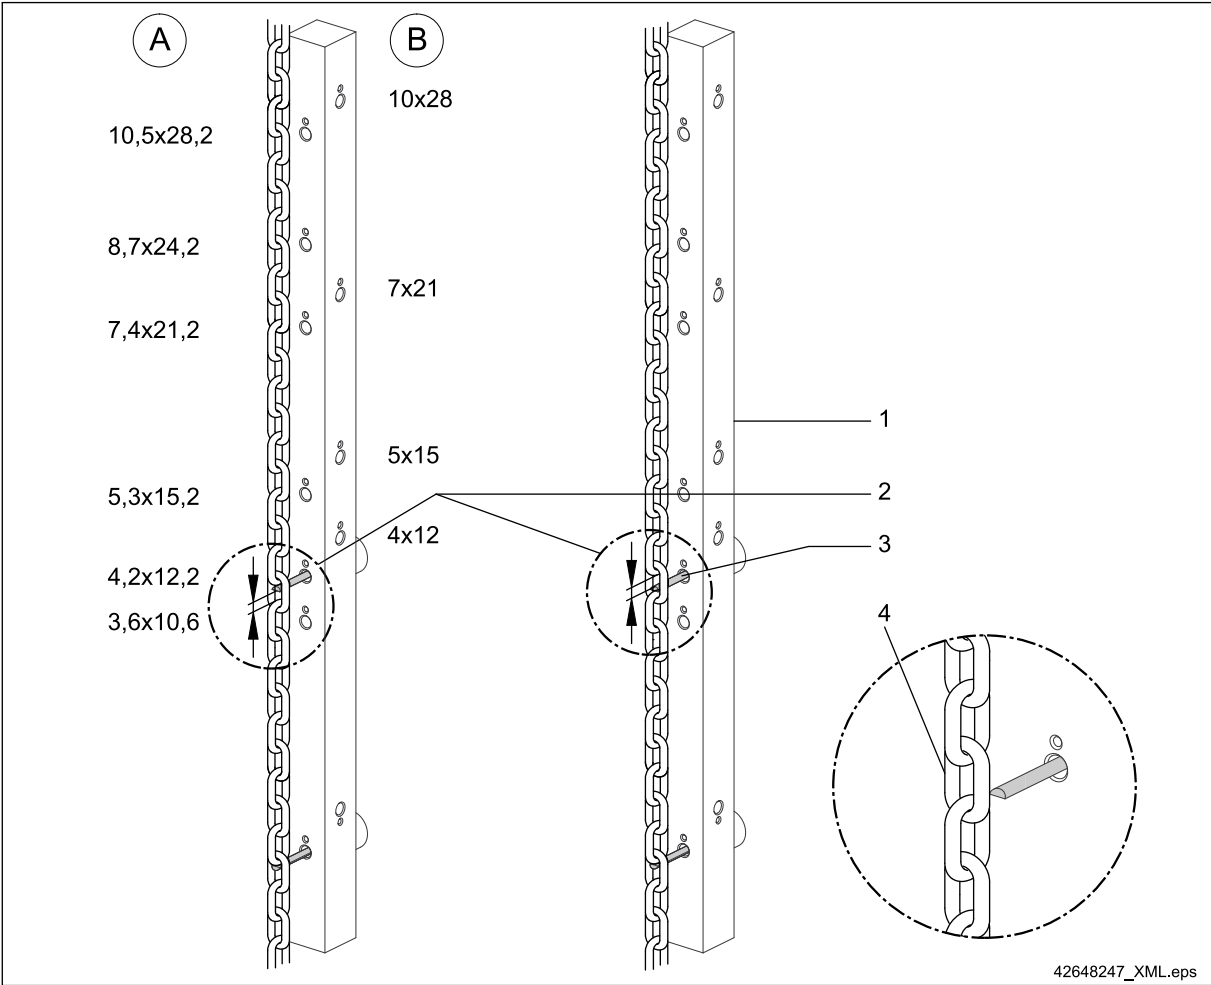

Abb. 50
- über 11 Kettenglieder  $\Rightarrow$  Abb. 50, Seite 76.